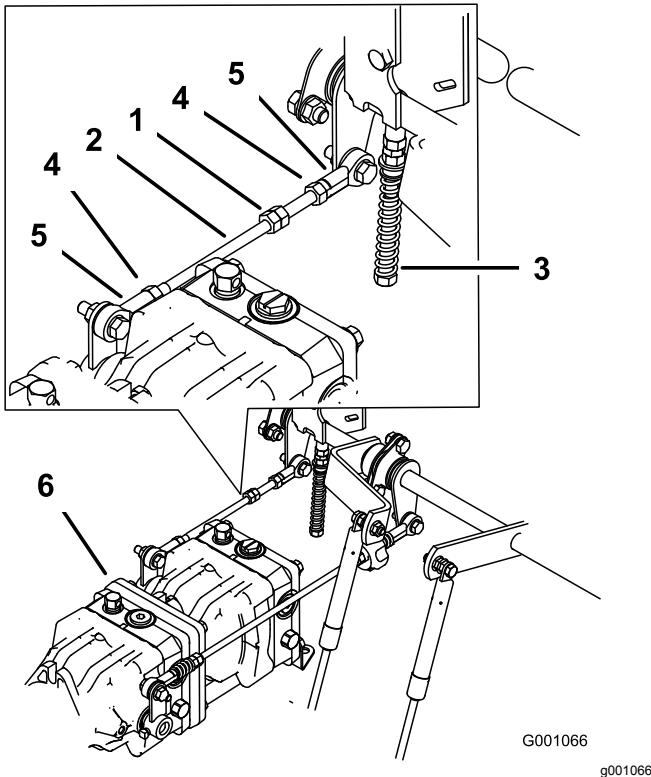

Figure 73
- Desserrez les contre-écrous sur les rotules de la tige de commande de la pompe (Figure 73).
- Réglez la longueur de la tige de pompe en tournant les doubles écrous dans le sens voulu, jusqu'à ce que la roue soit immobilisée ou tourne légèrement en arrière (Figure 73).
- Serrez les contre-écrous contre les rotules (Figure 73).